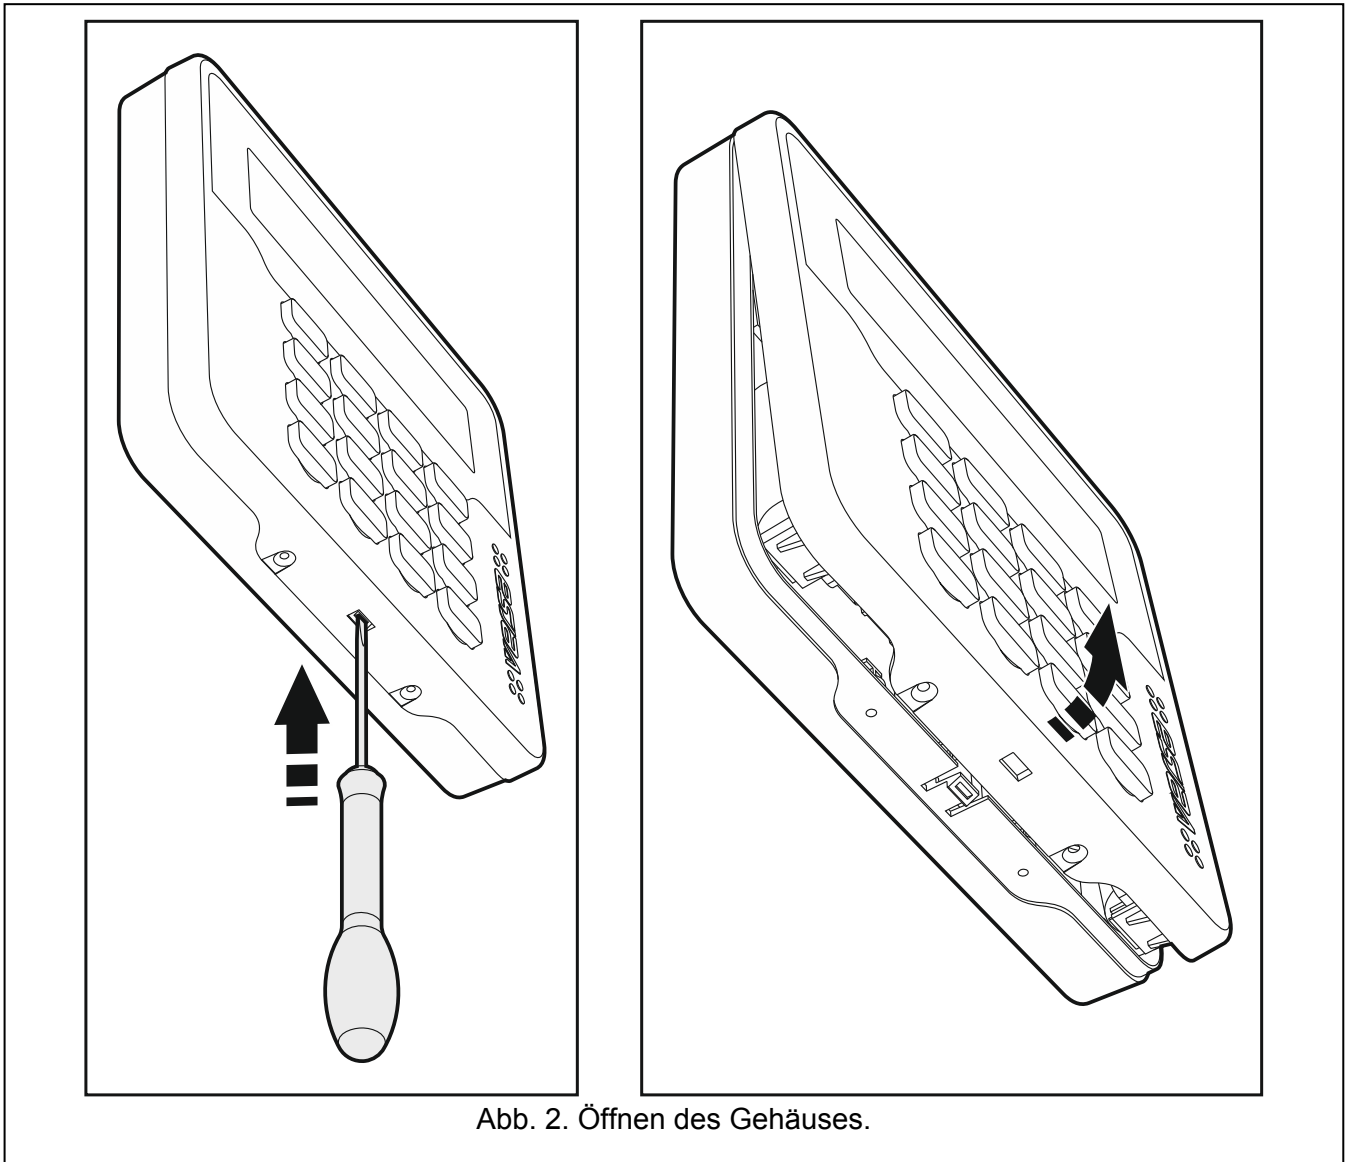

Abb. 2. Öffnen des Gehäuses.
1. Öffnen Sie das Gehäuse des Bedienteils (Abb. 2).
6. Öffnen Sie das Gehäuse des Bedienteils (Abb. 2).